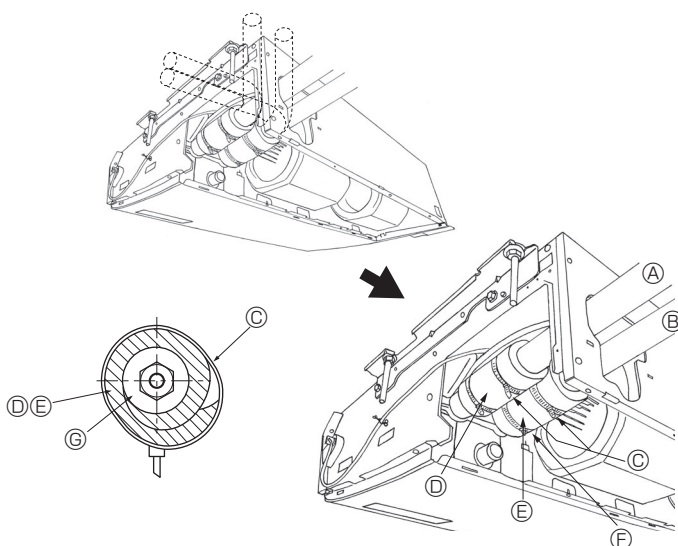

Fig. 4-3
4.3. Unidade interior (Fig. 4-3)